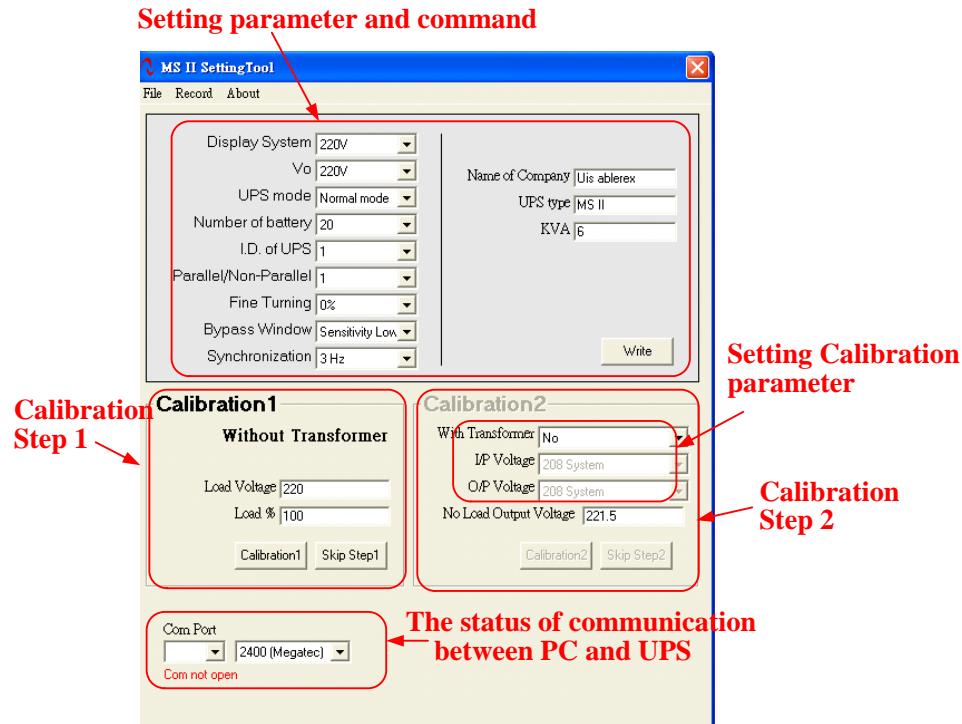

Fig 4.5.1
4.5.1.3 用 RS232 連接到電腦，在電腦上執行 MSII Setting tool 設定程式（需先安裝），PC 軟體設定畫面如 Fig 4.5-1。
4.5.1.4 輸入欲設定的參數至 Fig 4.5-1 中” Setting parameter and command” 區塊，然後以滑鼠點選” write” icon，進行設定動作。
4.5.2.2.5 將標準電錶量測出來的電壓及 load%，填入於 Fig4.5-1 Calibration Step 1 中，再點選” Calibration1” icon。
- 4.5.2.2.10 將標準電表量測到的輸出電壓，填入於 Fig4.5-1 Calibration Step2 中，再點選” Calibration2” icon。